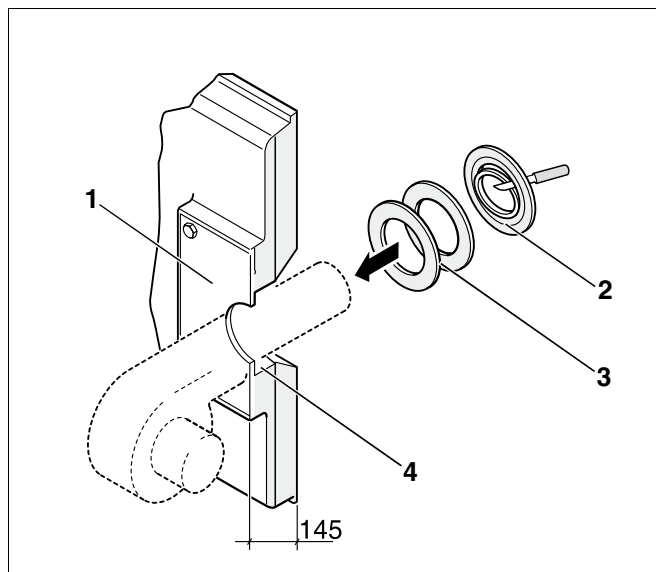

Рис. 66 Монтаж горелки (размер в мм)
- В стальной пластине под горелку (рис. 66, **поз. 1**) на месте монтажа просверлить или вырезать автогеном отверстие в соответствии с требуемым диаметром трубы горелки (\varnothing макс. 270 мм). Просверлить отверстия для крепления горелки в соответствии с расположением отверстий на присоединительном фланце горелки.
- Вырезать изолирующие кольца в соответствии с диаметром трубы горелки (рис. 66, **поз. 2**).
- Уложить в щель между теплоизоляцией дверцы горелки и трубой горелки (рис. 66, **поз. 4**) соответствующие изолирующие кольца (рис. 66, **поз. 3**).